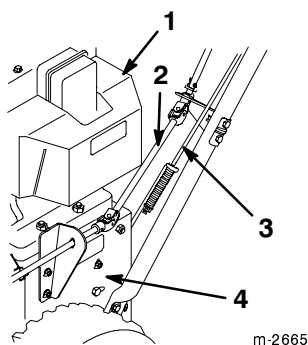

Figure 4
**IMPORTANT : Vérifiez que l'ensemble tige d'orientation de l'éjecteur se trouve bien entre le moteur et la tige de traction (Fig. 4).**
4. Positionnez le mancheron gauche en appui contre le côté gauche de la déneigeuse, les trous de montage dans l'alignement de ceux de la plaque latérale (Fig. 4).